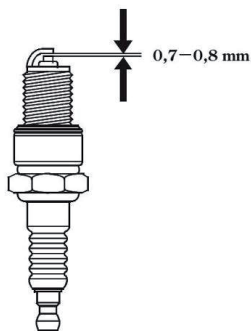

рис.8
- ### 6.2 Свеча зажигания (см. рис.8)
- рекомендуется проверить величину межэлектродного зазора, который должен составлять 0,7-0,8 мм. При существенном отклонении величины зазора от указанной, необходимо его отрегулировать (восстановить) или заменить свечу (см. рис.8);